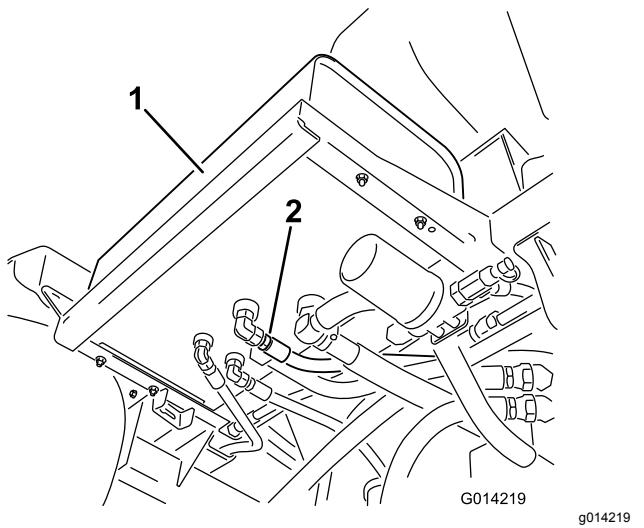

Figura 100
2. Limpie la zona alrededor del acoplamiento de uno de los manguitos hidráulicos, en la parte inferior del depósito de fluido hidráulico (Figura 100).
4. Retire el acoplamiento de manguera del depósito y deje fluir el fluido al recipiente (Figura 100).